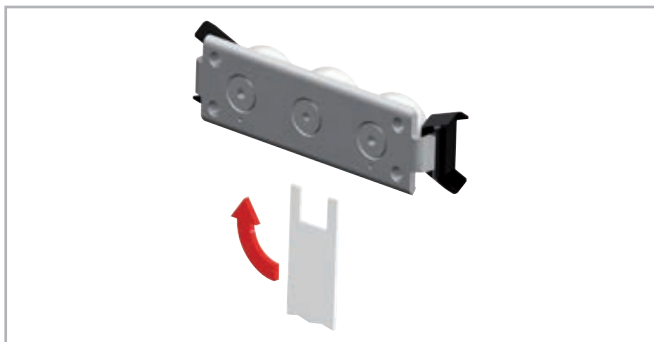

Fig. 25
- La clé plate spéciale fournie est insérée par le côté entre le rail et le patin et emboîtée sur les six pans ou les quatre pans du galet excentrique à régler (voir fig. 25).